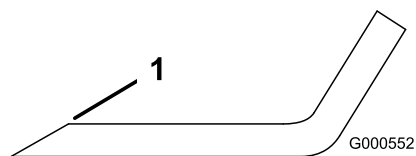
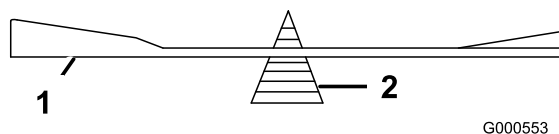

Bild 39
Bild 40
1. Schärfen Sie die Schnittkante an beiden Enden des Schnittmessers mit einer Feile (Bild 39). Behalten Sie den ursprünglichen Winkel bei. Das Schnittmesser behält seine Auswuchtung bei, wenn von beiden Schnittkanten die gleiche Materialmenge entfernt wird.
2. Überprüfen Sie die Auswuchtung des Schnittmessers auf einer Ausgleichsmaschine (Bild 40). Wenn das Schnittmesser in seiner horizontalen Position bleibt, ist es ausgewuchtet und kann wiederverwendet werden. Feilen Sie, wenn das Schnittmesser nicht ausgewuchtet ist, vom Flügelbereich des Messers etwas Metall ab (Bild 39). Wiederholen Sie diesen Vorgang, bis das Messer ausgewuchtet ist.